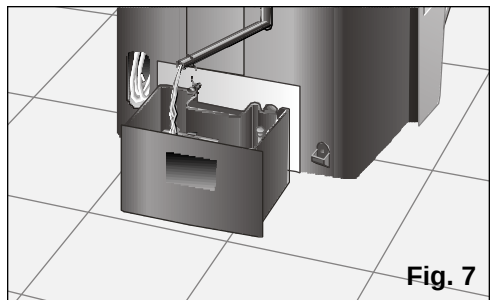

Fig. 7
- ❑ Se fosse necessario inclinare l'apparecchio per agevolare il trasporto dovrete svuotare l'acqua del suo serbatoio interno, rimuovendo dalla propria sede il tubo di scolo e smontandone il tappo, **Fig. 7**, in modo da evacuare l'acqua generatasi. All'avvenuto svuotamento del serbatoio, non dimenticate di collocare il tappo e tubo nelle relative sedi.